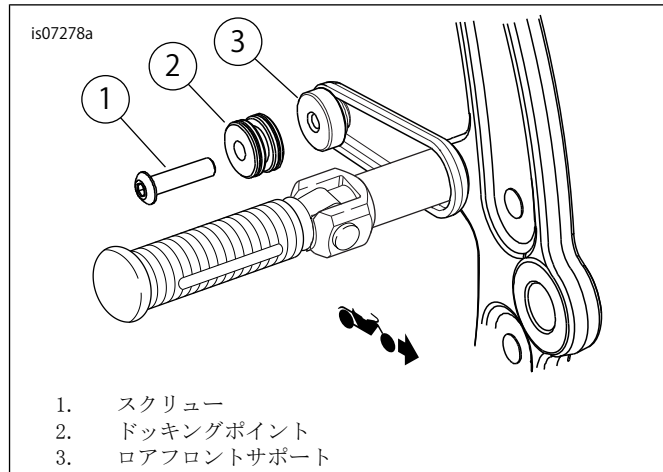

図5。ロアフロントドッキングポイント(他のデタッチャブルアクセサリーなし)
- 「図5」を参照してください。ロアフロントサドルバッグサポートアッセンブリー(3)を取り付けます。